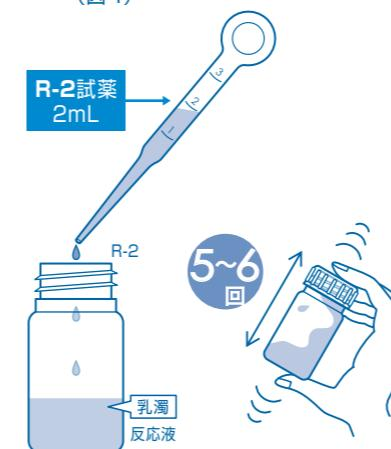

図4
- ④ポリビンにR-2試薬2mLをポリピペットで加え、すぐに蓋をしっかりとしめてから5~6回振り混ぜます。(図4)